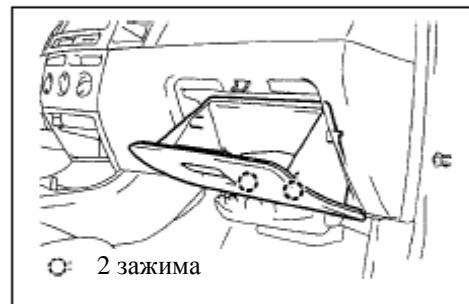

Рис. 532
- б. Потяните и вытяните съемный ящик отделения для мелких предметов (рис. 532).